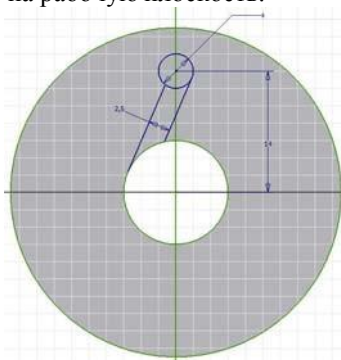

Рисунок 5.2 – Эскиз отверстия
- Постройте эскиз отверстия (рис. 5.2), предварительно спроецировав ось Y на рабочую плоскость.